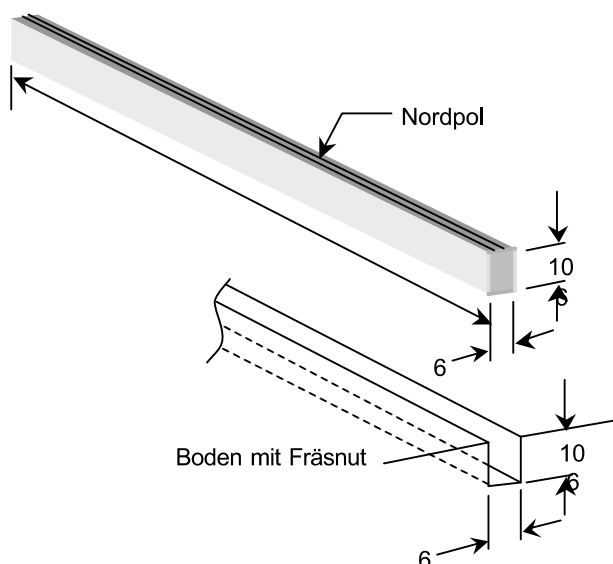

Bild 6 Abmessungen des eingefrästen Magnetbands und der Fräsnut
2. Eine Rille in den Betonboden entlang der festgelegten Fahrstrecke schneiden, 6 mm breit und 11 mm tief, siehe Bild 6 unten.